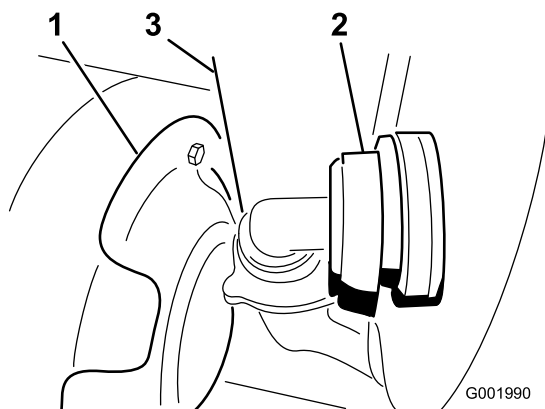

Figura 54
- Retire a tubagem localizada em baixo na parte da frente do depósito (Figura 54).
Nota: Pode ser necessário fazer recuar a protecção contra o calor (Figura 54) quando retirar a tampa.
- Ligue a tubagem na parte da frente do depósito (Figura 54).